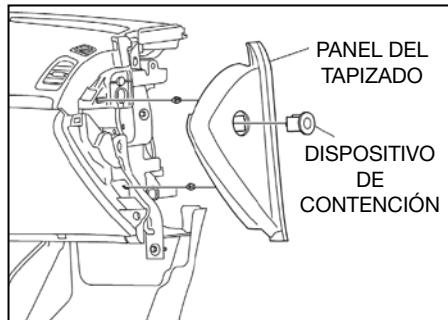

Fig. 21
1. Retire la cubierta del tapizado del panel de instrumentos (*ver Fig. 21*).